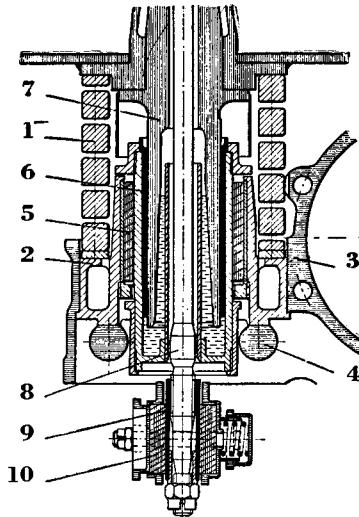

Fig. 2.
Boggirammene er opplagret på hjulsatsenes akselkasser over spiralfjærer med 4-kant tverrsnitt, 2 stk. pr. akselkasse, se fig. 2. Hvor akselkasse føres av 2 stk. sylinderiske akselkasse-føringstapper (7) som er festet i de langsgående boggibjelker. Akselkasse-føringstappene glir i bronseforinger (6) som over «silentblocks» (5) er festet til fjærsetene (2). Akselkasseføringene arbeider i støvtett oljebad.